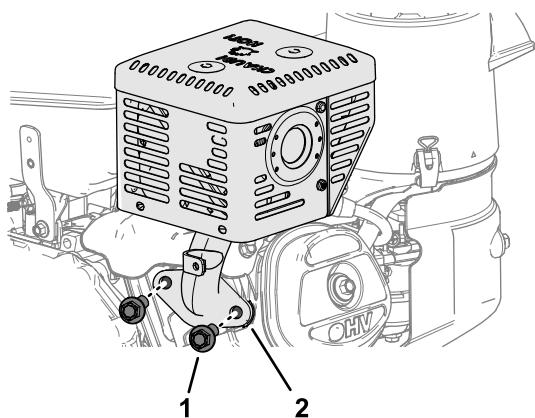

Figure 83
1. Retirez les 2 boulons à embase qui fixent le silencieux à la bride de sortie d'échappement du moteur, et déposez le silencieux (Figure 83).
6. Placez le silencieux et un joint d'échappement neuf devant la bride de sortie d'échappement du moteur (Figure 83).